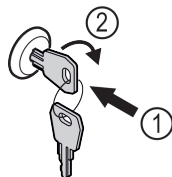

Fig. 131
- ▶ Uvucite ključ Fig. 131 (1).
- ▶ Okrenite ključ za 90° nadesno Fig. 131 (2).